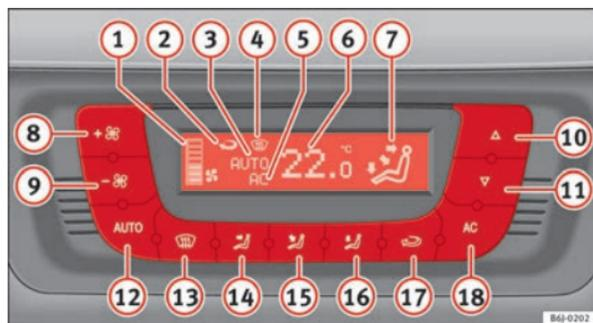

Fig. 103 Mandos del Climatronic en el tablero de instrumentos
- Pulse las teclas **10** y **11** ⇒ fig. 103 para ajustar la temperatura.
- Pulse la tecla **AUTO**. Se visualiza la indicación ⇒ fig. 103 **7**.
- Pulse las teclas **10** y **11** ⇒ fig. 103 para ajustar la temperatura deseada en el habitáculo. Se recomienda ajustar una temperatura de 22°C (72°F).
- Pulse una de las teclas ⇒ fig. 103 **14** a **16** o presione el regulador del ventilador **8** y **9**. Se apaga la indicación **3**.
El ventilador puede ajustarse por medio de las teclas **8** y **9** ⇒ fig. 103. Si el ventilador está apagado (en la pantalla no se indica ningún nivel **1**) y sigue presionando la tecla **9**, se apaga el Climatronic. En tal caso aparecerá **OFF** en la pantalla.
- Pulse la tecla  para conectar o desconectar la recirculación de aire. Está conectada si aparece el símbolo  ⇒ fig. 103 en la pantalla.